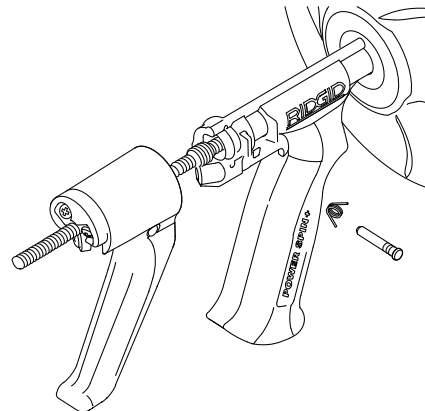

Figure 10 – Gâchette
1. Appuyez sur l'extrémité sans tête de la broche axiale pour la retirer de la gâchette, puis retirez la gâchette de la poignée (Figure 10). Ne perdez pas le ressort.
10. Remontez le ressort et la gâchette à l'aide de la broche axiale (*Figure 10*).